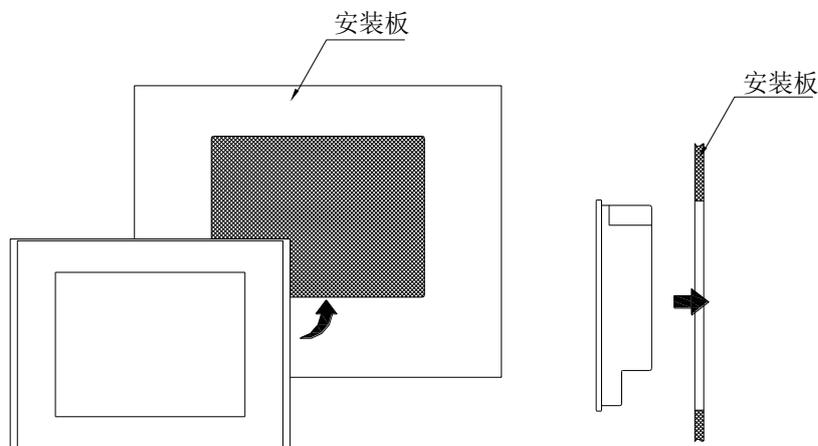

图 4-4 ALC 控制器安装示意图
- 将 ALC 控制器从安装板的前面放进安装孔，如图 4-4 所示：